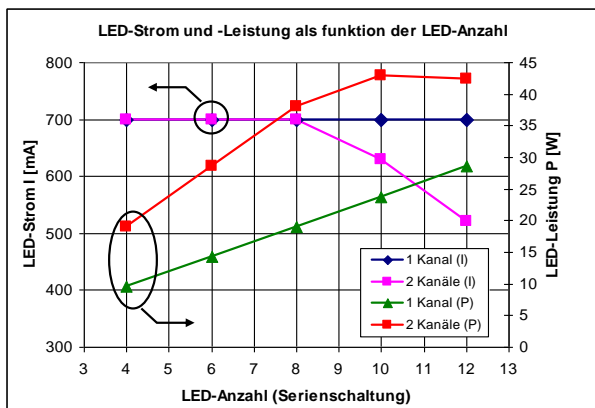

Abb. 6: LED-Strom und -Leistung über der Anzahl der angeschlossenen LEDs für Ein- und Zweikanalbetrieb, 700mA
- 2) Tasteranschluss (T, gestrichelt, für alle Touch Eingänge möglich) grundsätzlich nur zum Nullleiter (N) oder zum Schutzleiter (grün-gelb). Bei Betrieb mit Taster wird empfohlen, einen $1M\Omega$ -Widerstand nahe am Schalter anzubringen.
- 4) Variantenabhängig, siehe Abb. 6
- **7**: 0.7A (abhängig von Anzahl der LEDs, siehe Abb. 6)
Der Baustein beinhaltet eine automatische Strom- und Spannungsüberwachung. Es ist sichergestellt, dass der jeweilige LED-Maximalstrom (entspr. Abb. 6) nicht überschritten wird.
- 6) Bei der 2-Kanal-Variante und 700mA wir der Strom bei mehr als 10 LEDs etwas reduziert, siehe Abb. 6; werden mehr LEDs oder LEDs mit höherer Flussspannung oder keine LEDs angeschlossen, schaltet der Baustein nicht ein (Zerstörungsschutz); bei Anschluss von Low Power LEDs ans den HP-Ausgängen kann es zu Fehlfunktionen kommen wegen des dort höheren Serienwiderstandes der LED.
- 13) Nur für die Soft-On-Off Variante (S)